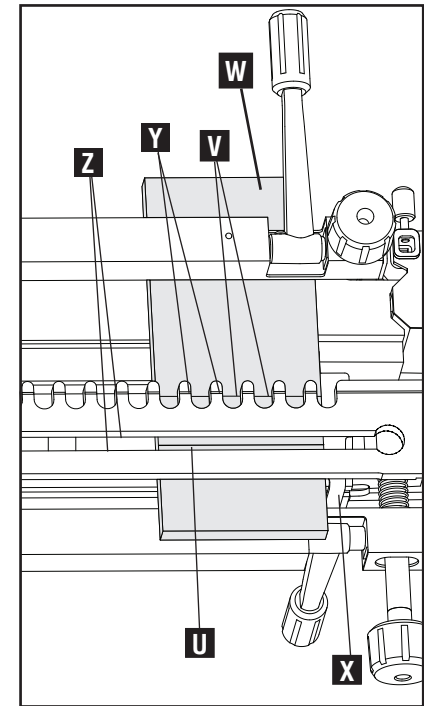

Fig. H16
2. Monte horizontalmente la tabla con ranura (W) Fig. H16 con la superficie externa hacia abajo y con el borde trasero hacia la derecha. Alinee el borde trasero de la tabla con ranura con el borde derecho de la superficie texturizada de la base de la horma. Alinee la marca trazada con lápiz (V) con la línea trazada (Y) en los encastres fijos y alinee la línea de la ranura (U) en el centro de la ranura (Z). Si tiene la intención de realizar varios cortes, se recomienda que deslice la guía de borde derecha hasta que esté al ras de la parte derecha de la tabla con espiga y la ajuste en el frente de la horma. Así, la guía de borde podrá utilizarse como referencia para realizar los cortes en la tabla con ranura. Si la barra del estabilizador interfiere con la tabla con ranura, quítela de la horma.